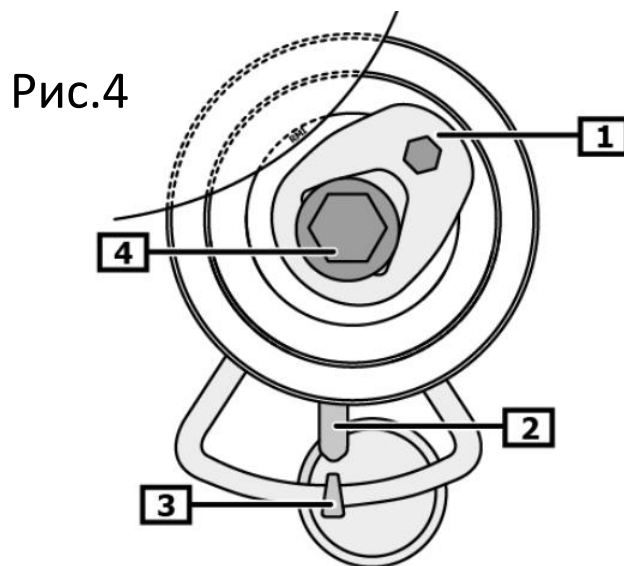

Рис.4
3) После установки ремня, используя шестигранный ключ, вращайте регулировочную пластину натяжителя против часовой стрелки до тех пор, пока указатель не совпадет с нижней меткой (см.рис.4).